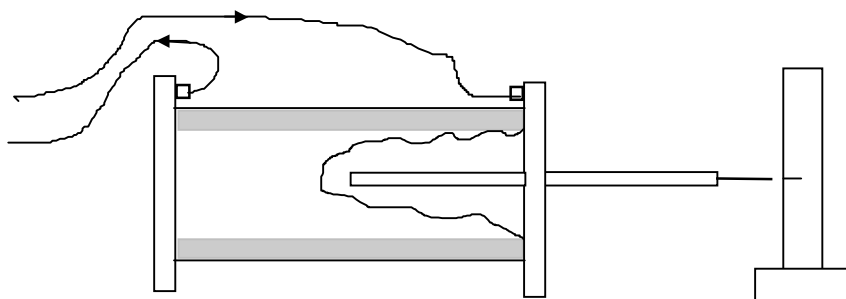

FIGURA 9.2. Colocación de la espira dentro del solenoide.
2. La espira se coloca de modo que quede nivelada dentro del solenoide, con sus lados paralelos al eje del mismo. (Figura 9.2)